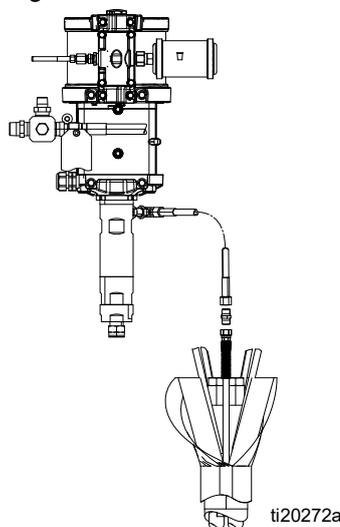

FIG. 20: Conexión de la bomba de limpieza
2. Conecte la manguera de limpieza corta de color morada desde la bomba de limpieza hasta la manguera de 1/4 npsm del conjunto. Utilice la boquilla de empalme de 1/4" que se incluye con el conjunto de mangueras para conectar las mangueras. Consulte la FIG. 20.